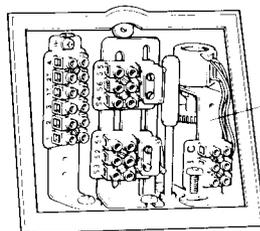

Fig.7
3. Adapter la console 'A' de fixation du potentiomètre de façon à acoller la roue dentée du potentiomètre à celle du moteur (fig.7). Utiliser les trous de fixation appropriés en vous aidant du tableau (fig.9).